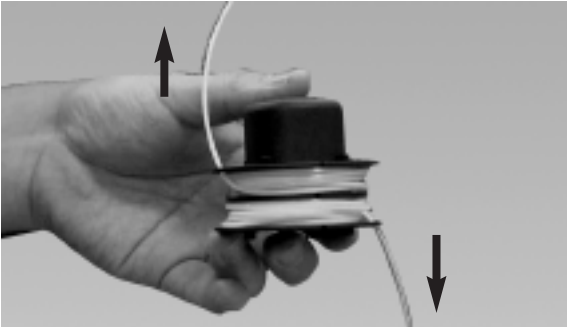
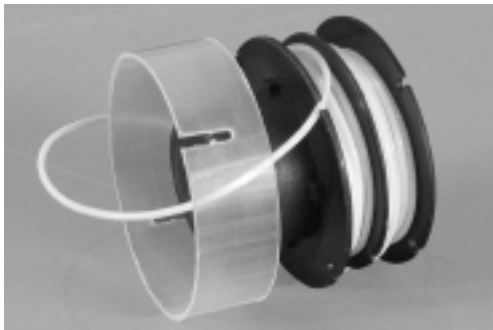
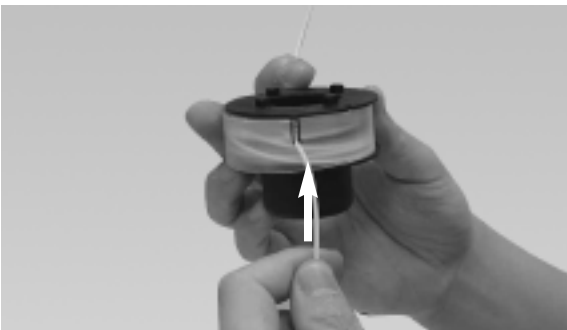
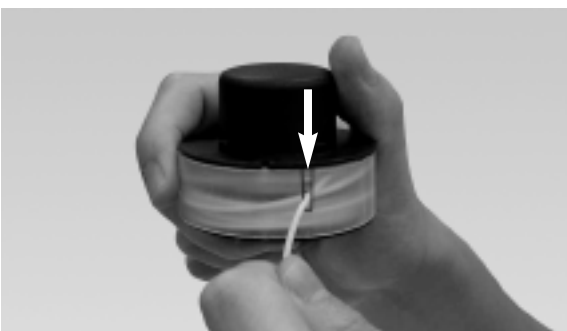

Fig. 16
Fig. 17
Fig. 18
Fig. 19
6. Ajuste los extremos de la línea en las ranuras opuestas en el rotor (Fig. 16) Coloque el retenedor de línea de plástico transparente de nuevo sobre la línea y el rotor (Fig. 17) Jale la línea hasta la ranura inferior en el retenedor de la línea de plástico transparente (Fig. 18) Jala la línea superior hacia la ranura superior (Fig. 19).